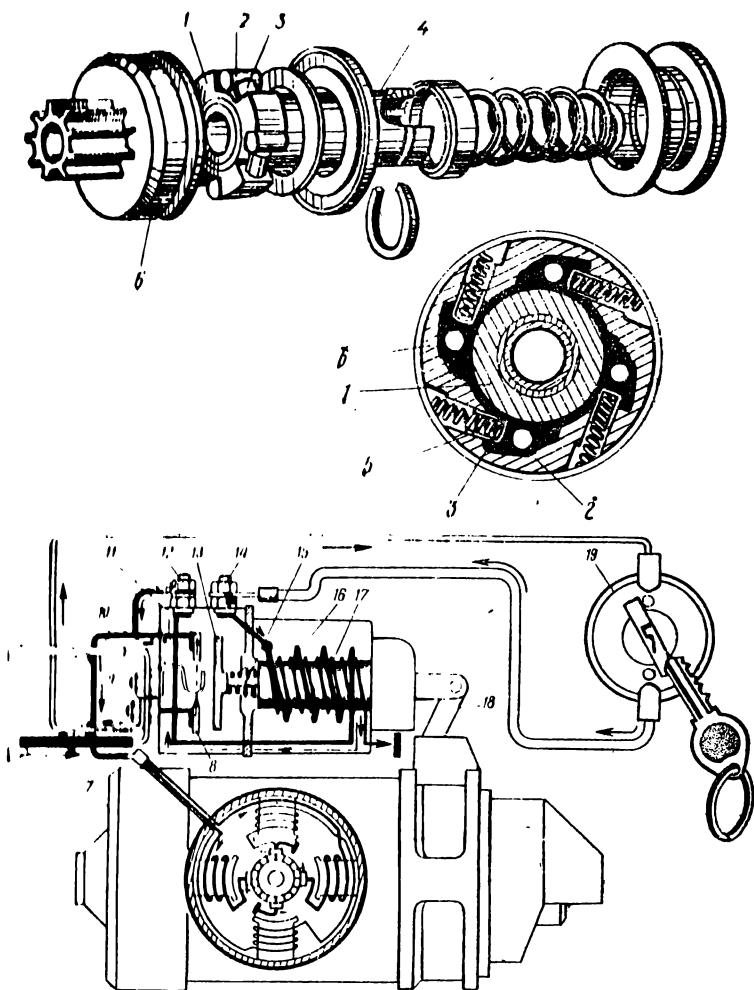

Рис. 21
V. В каком из ответов правильно названы детали муфты свободного хода, обозначенные цифрами 1, 2, 3, 4, 5, 6 на рис. 21?
VII. В каком случае и почему вал якоря, ведущая обойма 1 и ведомая муфта с шестерней 6 (рис. 21) вращаются как одно целое?
IX. Электромагнитный выключатель стартера (рис. 21) состоит из двух приборов — тягового реле и реле включения. Какой из этих приборов состоит из двух обмоток — втягивающей и удерживающей?
X. Что происходит при замыкании контактов 8 и 11 контактным диском 13, установленным на штоке 15 (рис. 21)?
Задание 58. I. Что происходит в системе зажигания при соединении контактного диска 13 (рис. 21) с дополнительным контактом 10?
II. Для чего необходимо прохождение тока небольшой силы от аккумуляторной батареи (на рис. 21 указано стрелками) на клемму 9 тягового реле, далее на выключатель зажигания 19, клемму 14, по втягивающей обмотке 10, через клемму 12 и в обмотку стартера 7?
III. Прохождение какого тока — реле включения или удерживающей обмотки на рис. 21 показано прерывистой линией?
IV. Схема стартера какого из перечисленных двигателей (ВАЗ, ЗМЗ-53, «Москвич») изображена на рис. 21?